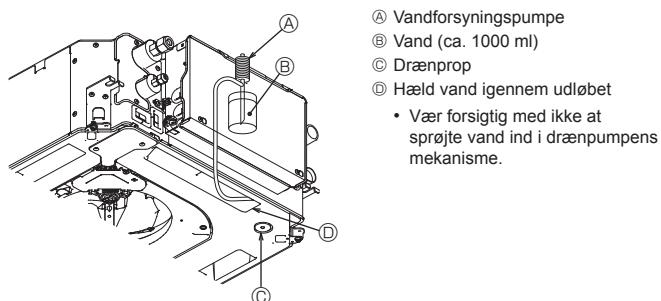

Fig. 8-6
8.4. Kontrol af afløb (Fig. 8-6)